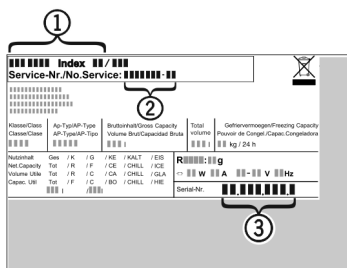

Fig. 12
▶ Leggere la denominazione dell'apparecchio Fig. 12 (1), il n° assistenza Fig. 12 (2) e il n° di serie Fig. 12 (3) sulla targhetta identificativa. La targhetta identificativa è situata all'interno dell'apparecchio, sul lato sinistro.
- ▶ Informare il servizio di assistenza e comunicare il difetto, la denominazione dell'apparecchio Fig. 12 (1), il n° assistenza Fig. 12 (2) e il n° di serie Fig. 12 (3).